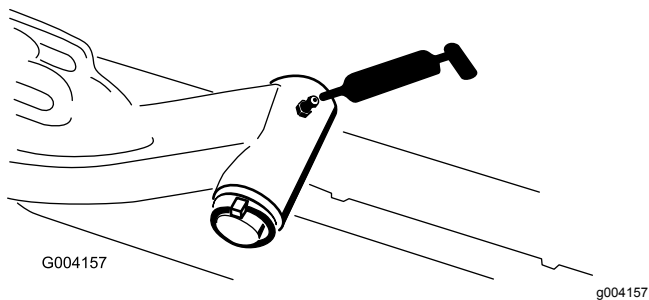

Figura 64
- Eje pivotante del brazo de elevación (1 en cada) (Figura 64)